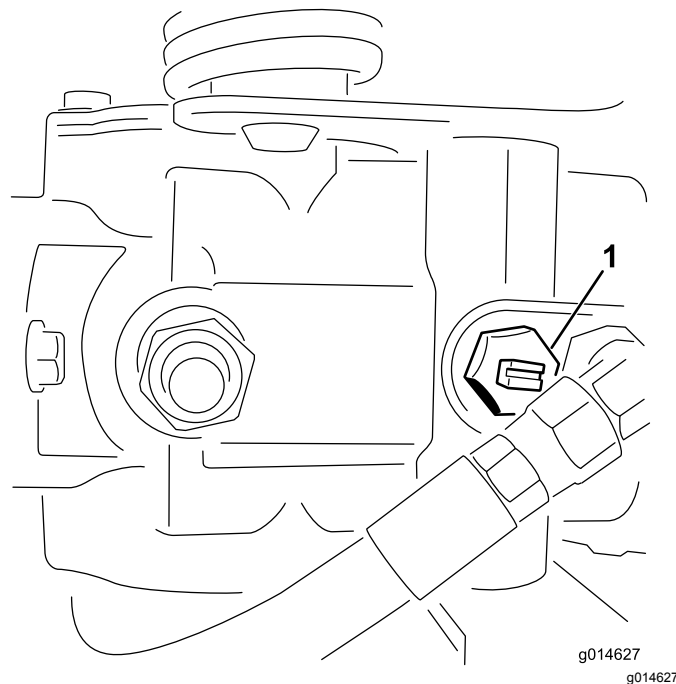

Figura 24
1. Girate la valvola bypass sulla pompa in modo che la scanalatura sia verticale (Figura 24).
2. Prima di avviare il motore chiudete la valvola bypass girandola in modo che la scanalatura sia orizzontale (Figura 24).